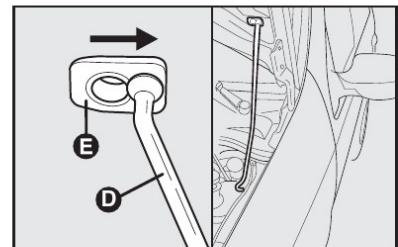

fig. 119
- 4) introduzir a extremidade da vareta **D** na abertura **E** do capô do motor e deslocá-la no sentido da seta **fig. 119**.
- 1) manter levantado o capô com uma mão e, com a outra, tirar a vareta **D**-fig. 119 da abertura **E** e repô-la no seu dispositivo de bloqueio;